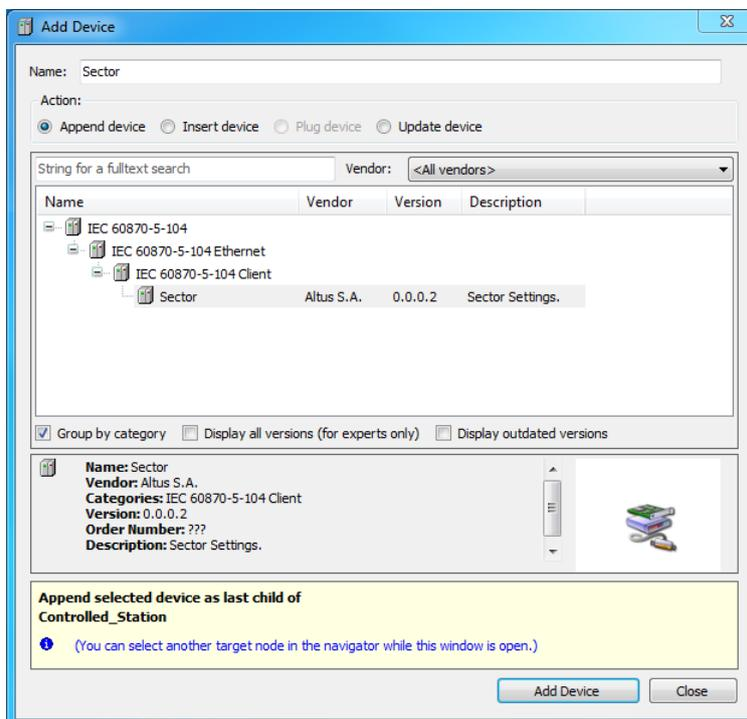

Figura 91: Tela de Inserção de Setor Abaixo de um Dispositivo Controlled Station IEC 60870-5-104
5. Adicionar e configurar setores (Sectors) abaixo do dispositivo *Controlled Station*, conforme ilustra a figura 91. Existe um limite máximo de 5 setores para cada dispositivo.